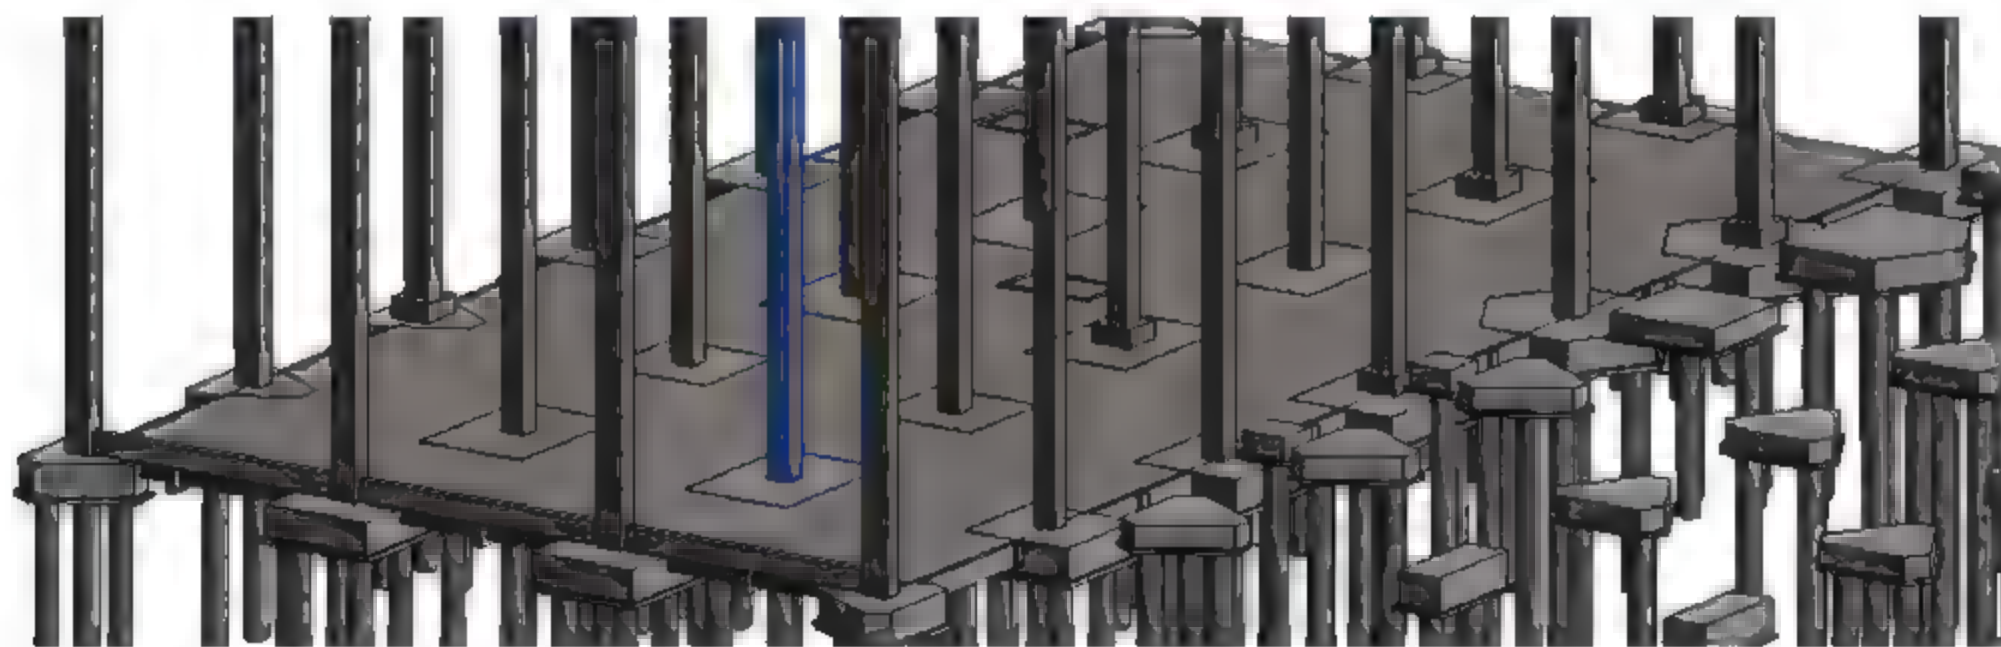

图 3.2.2 确认项目信息
(2) 确认项目信息。选择“视图”→“三维视图”→“默认三维视图”命令,进入如图 3.2.2 所示的三维界面,察看并确认信息。